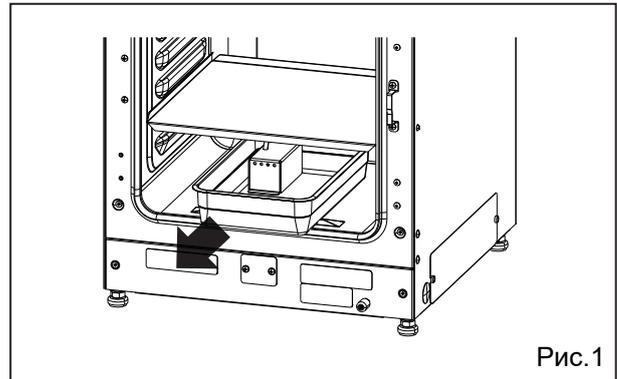

Рис. 1
2. Откройте внешнюю и внутреннюю дверцы и извлеките все лотки. (Рис.1).
Примечание: При установке вентилятора надежно прикрепите его к валу двигателя. Слегка поверните вентилятор вручную, чтобы убедиться, что он не касается задней стенки, и слегка потяните вентилятор, чтобы убедиться, что он надежно закреплен (Рис. 1).
1. Вытяните увлажнительный поддон (Рис. 1).